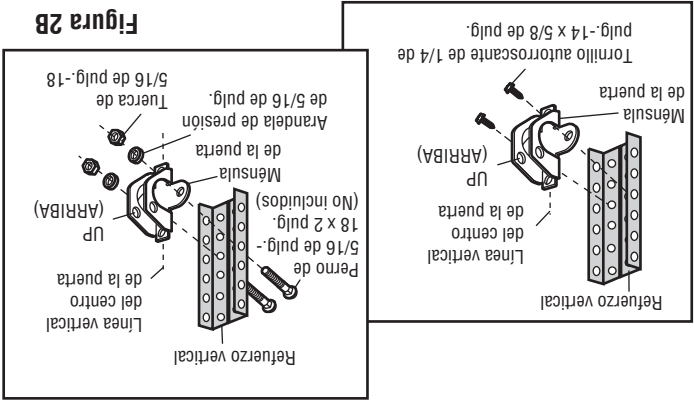

Figura 2A
- Taladre los orificios de sujeción de 3/16 de pulg. Fije la ménsula de la puerta con dos tornillos autorroscantes 1/4 x 5/8 de pulg. (Figura 2A).